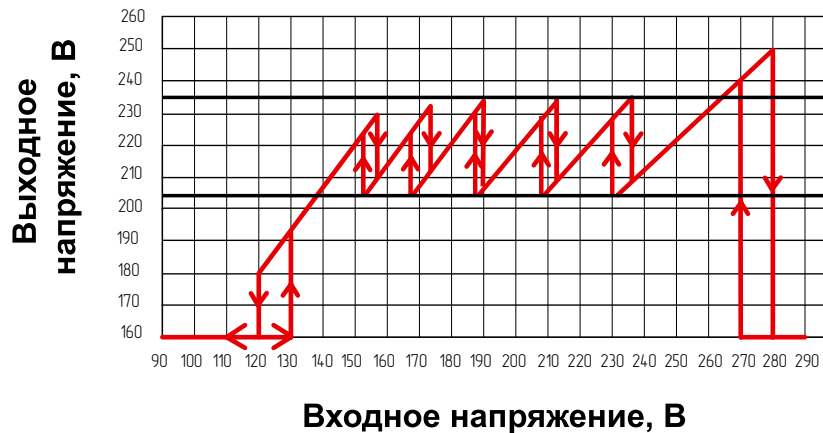

Рис. 2
5.1.2. Выходное напряжение стабилизатора автоматически поддерживается в диапазоне величин от 207В до 233В (Рис. 2), что соответствует требованиям на предельно допустимые значения отклонения напряжения электропитания по ГОСТ 13109-97 «Нормы качества электрической энергии в системах электроснабжения».